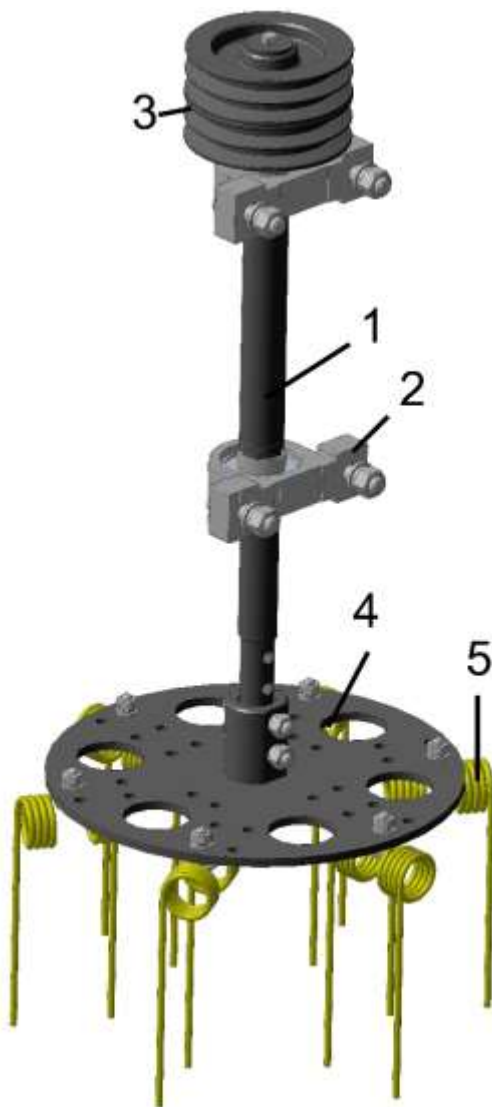

Рисунок 6 – Вал рыхлителя
3.4 Активный рыхлитель состоит из вала 1 (рисунок 6), который вращается на двух подшипниковых опорах 2 закрепленных на раме. Сверху на валу установлены приводные шкивы 3, снизу – диск рыхлителя 4. На диске установлены рыхлительные элементы 5.